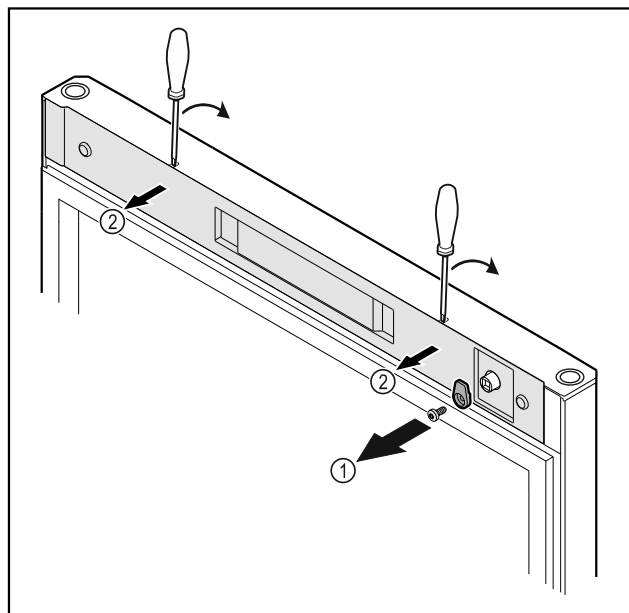

Fig. 21
- Dévisser le crochet de fermeture Fig. 21 (1).
- Décrocher le cache Fig. 21 (2) avec un petit tournevis et le retirer.